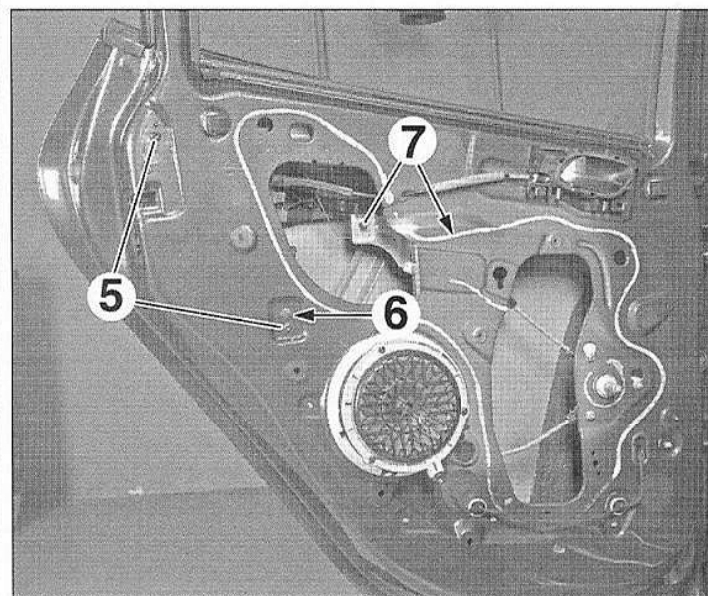
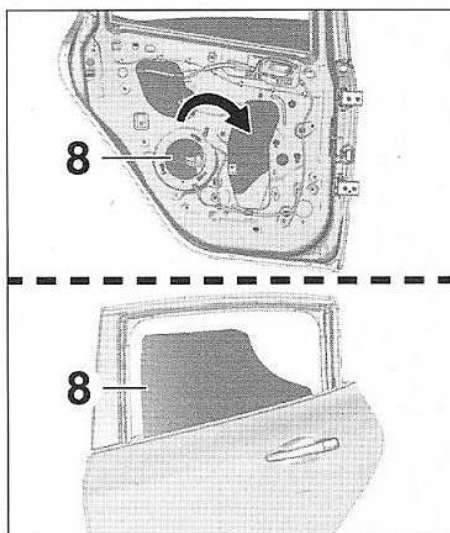

FIG.80
FIG.81
- Déposer (Fig.80) :
- les vis (5),
- le guide de vitre (6).
- Placer la vitre en butée basse afin d'accéder aux vis (7).
- Déposer les vis (7).
- Pivoter la vitre (8) vers l'avant puis l'extraire par l'extérieur de la porte (Fig.81).